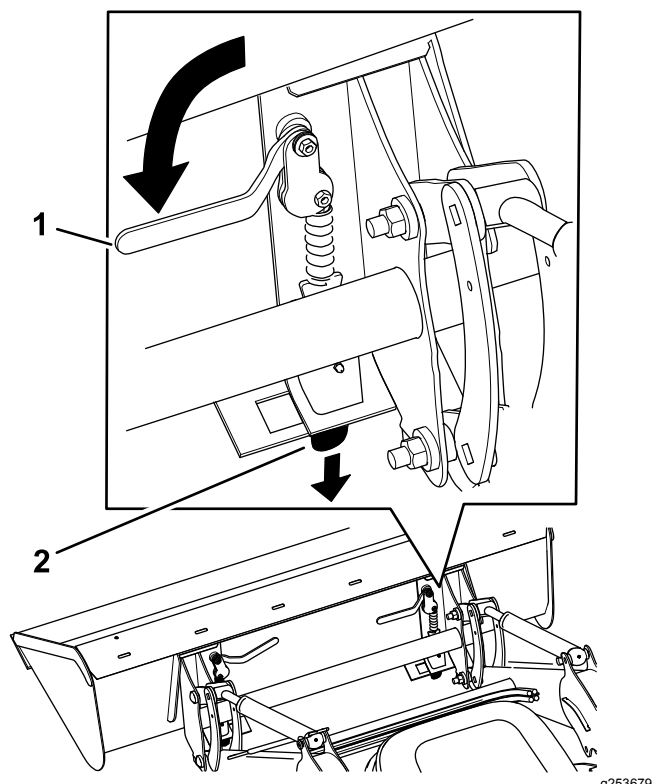

Bild 56
8. Drehen Sie die Schnellspannhebel nach innen und achten Sie darauf, dass die Schnellspannstifte vollständig durch die Befestigungsplatte (Bild 56) einrasten.